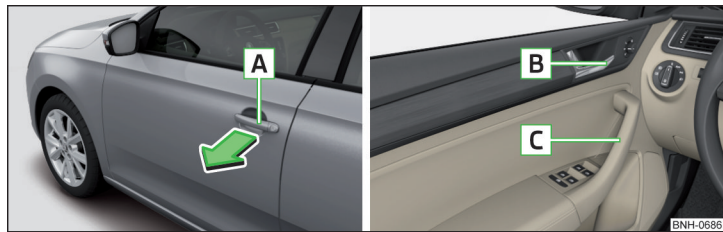

Fig. 50 Tirador/palanca de apertura de la puerta
► Para **abrir desde afuera**, desbloquear el vehículo y tirar en el tirador **A** en el sentido de la flecha » fig. 50.